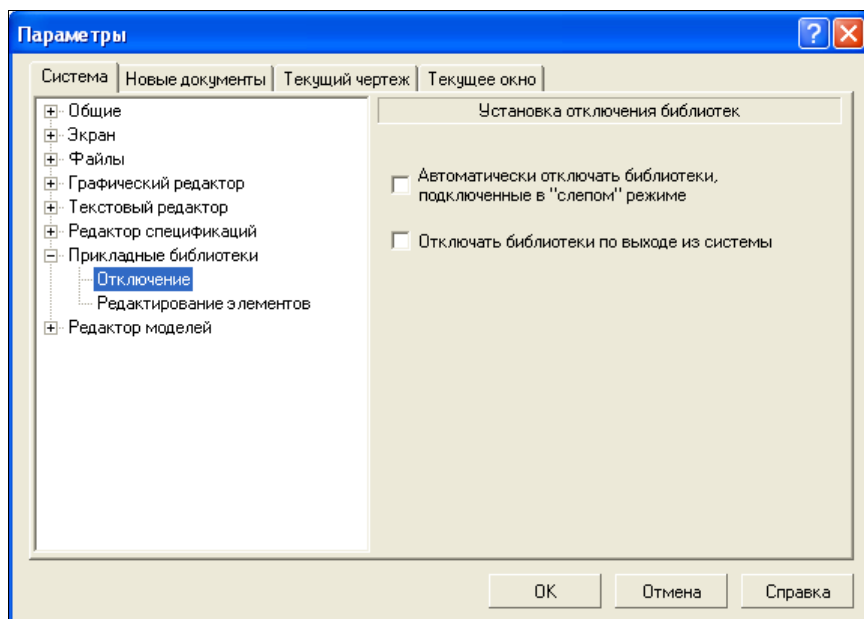

Рис. 26.60. Диалоговое окно **Параметры**, вкладка **Система** с открытым пунктом **Отключение**
- ♦ щелкните ЛК мыши по знаку "плюс" перед пунктом **Прикладные библиотеки**, а затем по пункту **Отключение**. В правой части раскроется панель **Установка отключения библиотек** (рис. 26.60). На этой панели: